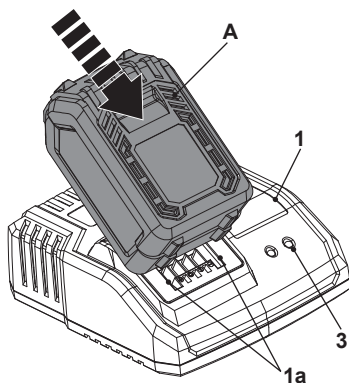
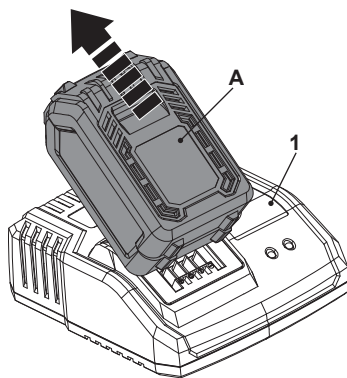

Fig. 2
Fig. 3
1. Alinhe e deslize a bateria (A) nas ranhuras de encaixe (1a) do carregador (1) até ao máximo. Certifique-se de que os contactos elétricos do carregador (1) estão totalmente inseridos na bateria (A) (Fig. 2).
3. O indicador de estado de carregamento (3) fica intermitente a verde e o ventilador de ventilação do carregador (1) funciona de forma estável e audível.
4. O indicador de estado de carregamento (3) continua a apresentar uma luz verde após a conclusão do carregamento (por norma, o carregamento tem uma duração de 1 hora; consulte a secção "Indicador de estado de carregamento" para obter mais informações sobre o estado de carregamento); desligue o carregador (1) da fonte de alimentação.
5. Retire a bateria (A) do carregador (1) (Fig. 3)